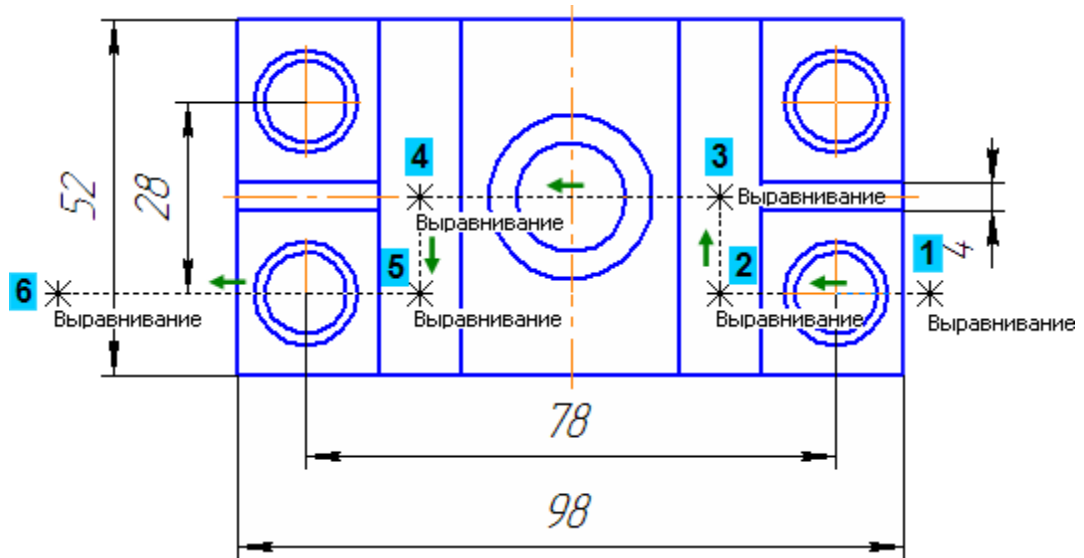

Рисунок 60
- Отслеживая выполнение привязки Выравнивание, укажите точки перелома линии разреза (рис. 60).